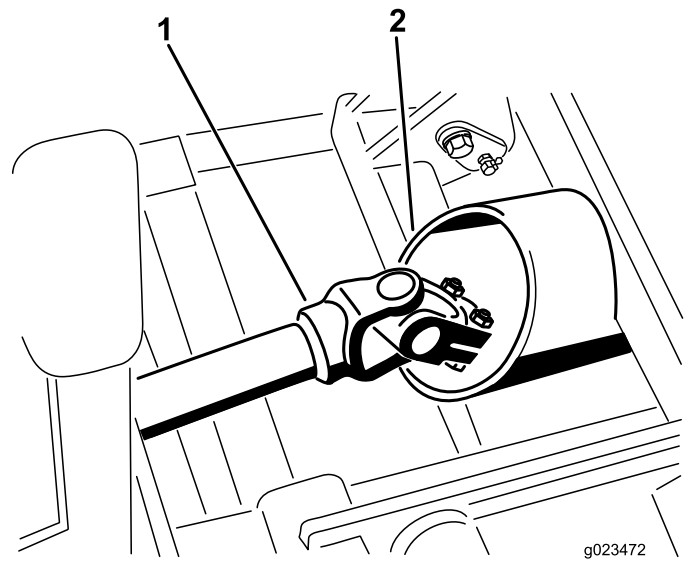

Figura 17
4. Coloque cuidadosamente el conjunto del bastidor de invierno en su posición, pasando el eje motor a través del tubo del bastidor (Figura 17).